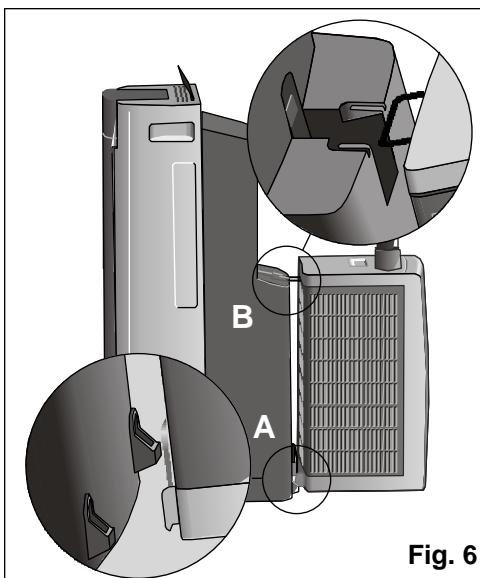

Fig. 6
- ❑ Per trasportare più facilmente l'apparecchio nel suo complesso, appendete l'unità esterna da quell'interna come indicato nella **Fig. 6**. Per farlo dovete introdurre prima gli appendici inferiori (**A**) e, dopo, l'astina superiore (**B**) dell'unità esterna nell'unità interna.